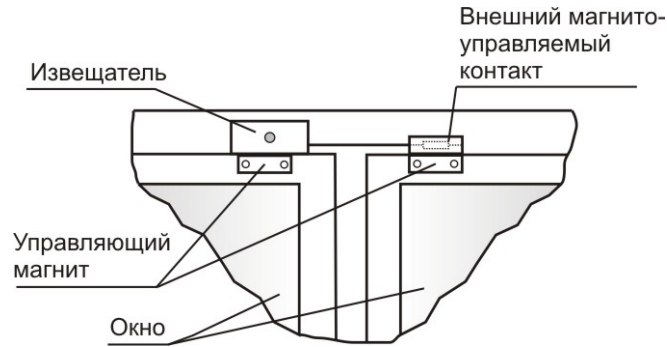

Рисунок 4
7.1.3 Вариант размещения извещателя на окне (рисунок 4).